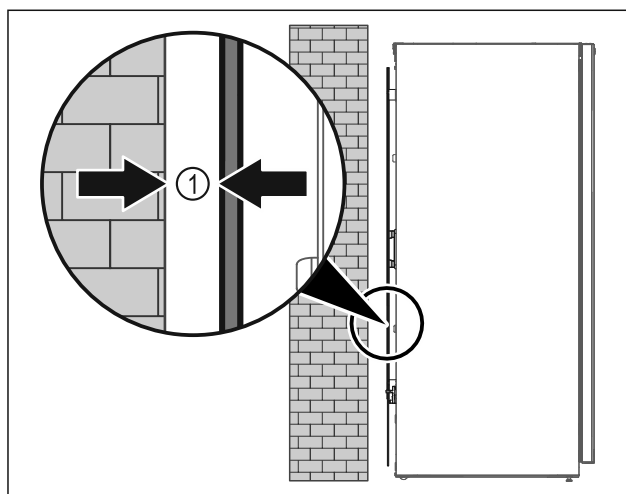

Fig. 8
- Still opp apparatet enten fritt i rommet eller direkte på en vegg med en minimumsavstand på 5 mm Fig. 8 (1).